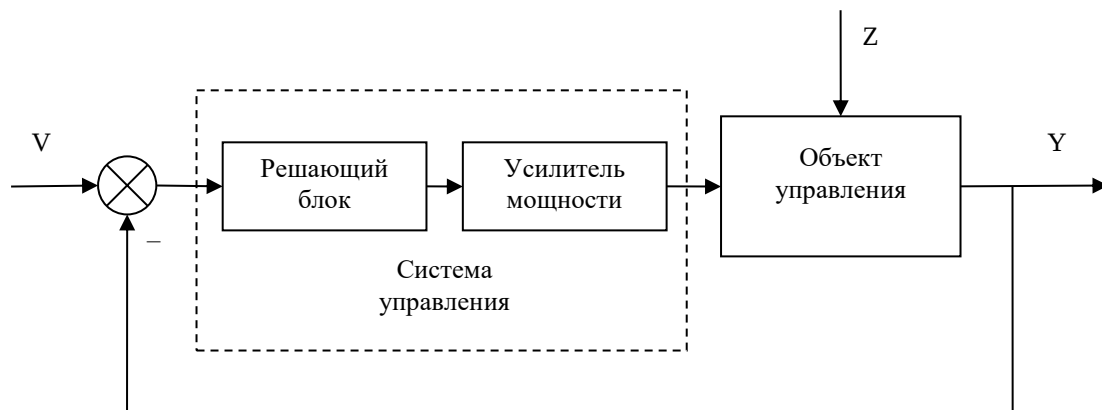

Рис. 1 – Обобщенная структура системы
Первые два уравнения в (1) описывают объект управления (рис. 1). Третье уравнение в (1) соответствует усилителю мощности. Четвертое уравнение описывает решающий блок. Пятое уравнение – уравнение замыкания (обратной связи) системы.
2. Определение передаточных функций отдельных структурных частей системы (рис. 1) и системы в целом.